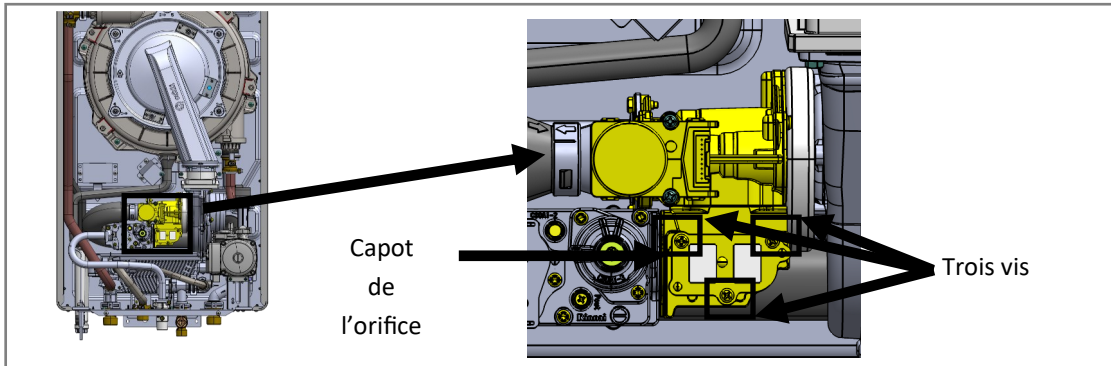

Figure 142
- 5 Repérer le capot de l'orifice situé sur la partie supérieure de la vanne de gaz (figure 142)
- 7 Retirer les trois vis qui fixent le capot de l'orifice (figure 142).